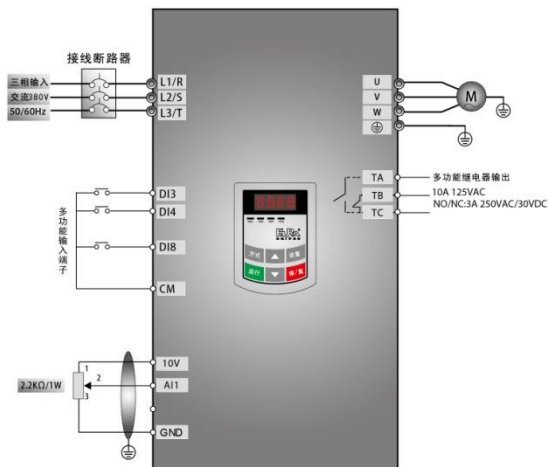

图 5-9 接线图 3
- (1) 按图 5-9 接线，检查接线正确后，合上空气开关，变频器上电。注意：外部模拟信号设定电位器可选择 2K~5K 电位器。对于精度要求高的场合请选用精密多圈电位器，接线使用屏蔽线，屏蔽层近端可靠接地。